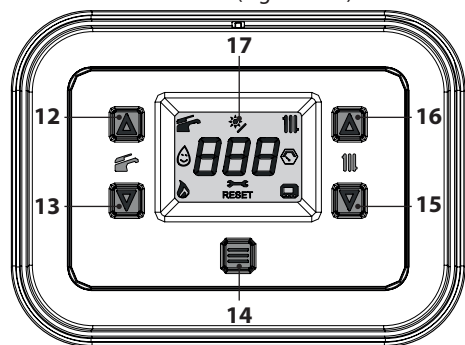
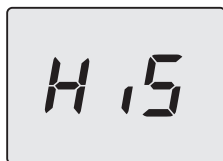
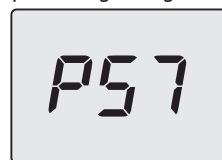
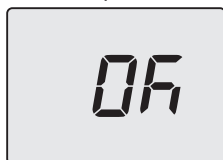

Figura 5.25
Figura 5.26
Figura 5.29
Figura 5.31
- Entrare in "modalità programmazione" premendo contemporaneamente per 5 secondi i tasti 13 e 15 (Figura 5.25) fino a far apparire sul display LCD le lettere **HIS** che indicano il menu "Storico delle caldaia" (Figura 5.26).
- Premere per 1 sec. il tasto 14 (Figura 5.25) per entrare nel parametro selezionato. Il display visualizzerà quanto segue (Figura 5.29).
- Premendo il tasto 14 (Figura 5.25) si ottiene la conferma del valore inserito. Il display visualizzerà per 5 sec. quanto segue (Figura 5.31) poi, si porterà al livello superiore.
- Premendo contemporaneamente i tasti 13 e 15 (Figura 5.25) si esce senza modificare il valore (ritorno al livello precedente).
- tenere premuti contemporaneamente i tasti 13 e 15 per 5 sec. (Figura 5.25) (ritorno al livello precedente).